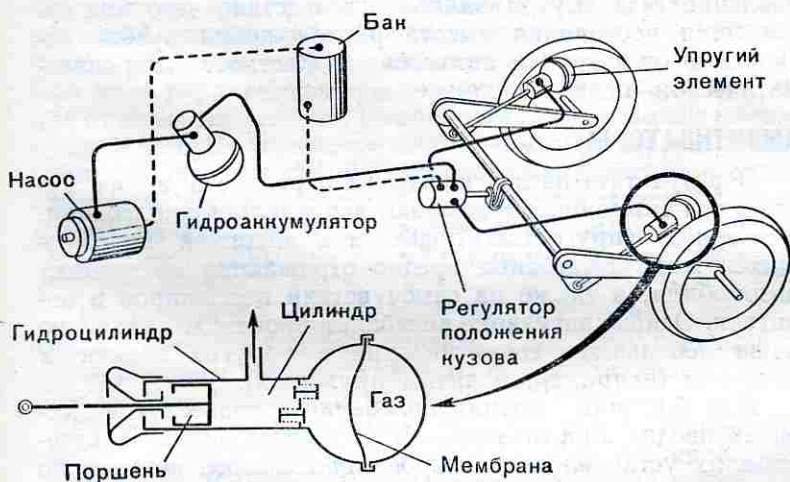

Рис. 57. Пневматическая подвеска
*Пневматическая подвеска* (рис. 57) в настоящее время применяется главным образом на автобусах и грузовых автомобилях. Подвеска представляет собой упругий эле-